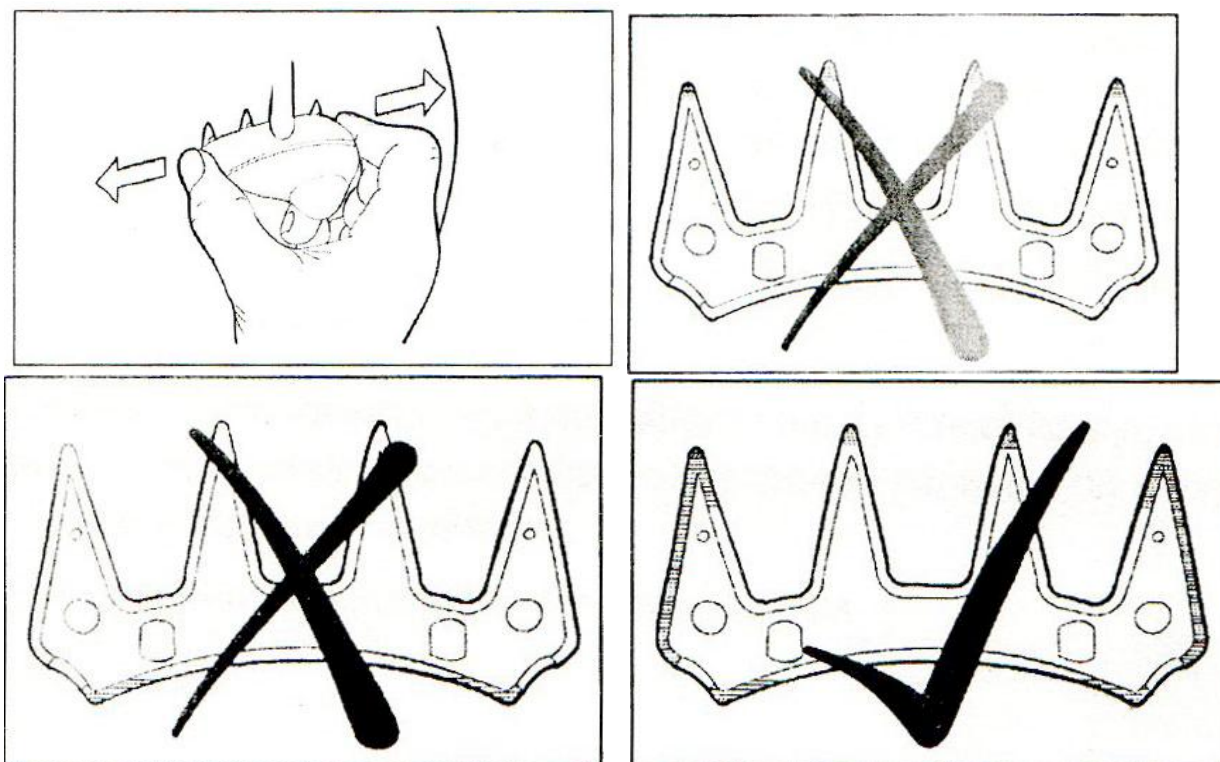

Рис. 6. Настройка вылета крюка маятника для заточки ножей.
- Отрегулируйте вылет крюка так, чтобы нижняя часть ножа и его зубья слегка касались точильного диска одновременно. Для этого подвигайте нож из стороны в сторону несколько раз по поверхности шлифовального круга, так чтобы остались следы на ноже. Если нож находится слишком близко к поверхности круга, то будут поцарапаны верхние части (зубья) ножа. Если нож находится слишком далеко от поверхности круга, то царапины окажутся на нижней части (пятке) ножа. Регулируйте вылет крюка, пока царапины не станут появляться на обеих частях ножа, и на зубьях и на пятке одновременно (см. рис. 6).